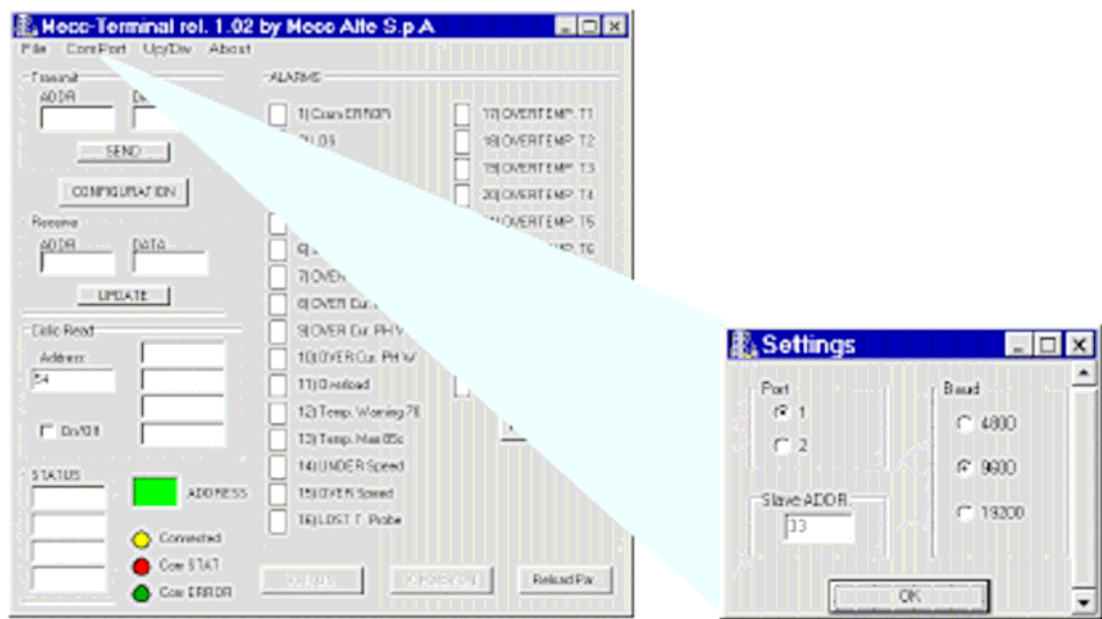

Abb. 8
Öffnen Sie die Benutzeroberfläche (siehe Abb. 8).
2. Mit **Settings/Einstellungen** öffnet sich ein Fenster (siehe Abb. 8), in dem einige der für die Kommunikation erforderlichen Parameter eingestellt werden können.